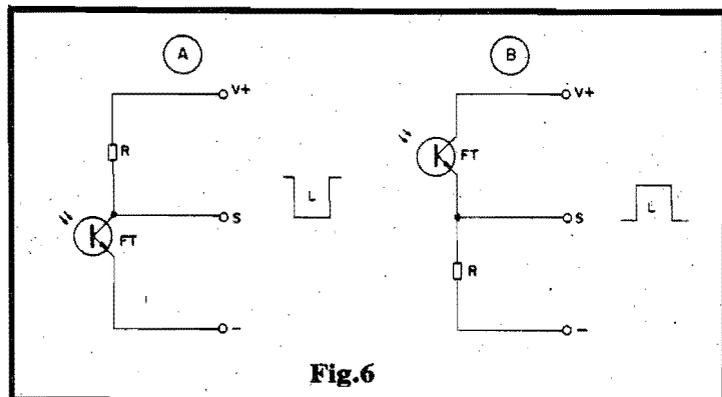

Fig. 6
- FIG. 6 - "RECOLHENDO" OS SINAIS DE UM FOTO-TRANSÍSTOR - Assim como os
LDRs, os FOTO-TRANSÍSTO-RES são, inerentemente, dispositivos de baixa Potência, normalmente incapazes de manejar, diretamente, "watts" ou coisa assim (normalmente podem trabalhar na casa de algumas centenas de miliwatts, no máximo...). Dessa forma, o aproveitamento prático dos seus sinais de sensoramento, exige alguns "truques" circuitais simples, sendo os mais comuns os mostrados na figura: 6-A traz um arranjo com o FOTO-TRANSÍSTOR dotado de um resistor de carga (R) em coletor, enquanto que 6-B mostra uma estrutura com o resistor de carga (R) em emissor. Observem que - como FOTO-TRANSÍSTORES são componentes polarizados - existe sempre uma maneira "certa" de se ligar seus terminais às linhas de alimentação... Nos casos/exemplos, como o foto-sensor é do tipo NPN, sempre seu coletor deve estar "positivado" com relação ao emissor (com um LDR - não polarizado - tanto faz ligar "daqui pra lá" ou "de lá pra cá"...). No primeiro exemplo (6-A), o coletor do componente (ponto de Saída S) mostrará uma nítida "queda" de Tensão, com o foto-transistor na presença de LUZ forte... Já no segundo exemplo (6-B), o ponto S de Saída, correspondente agora ao emissor do componente, mostrará uma sensível "elevação" da Tensão, na presença de LUZ forte... Normalmente as gamas de variação da Tensão de Saída, nos arranjos com foto-transistor, são diferentes das obtidas com LDRs (mesmo em estruturas eletricamente parecidas, como as correspondentes em 6-A e 6-B com 2-A e 2-B...). Além disso, o conjunto